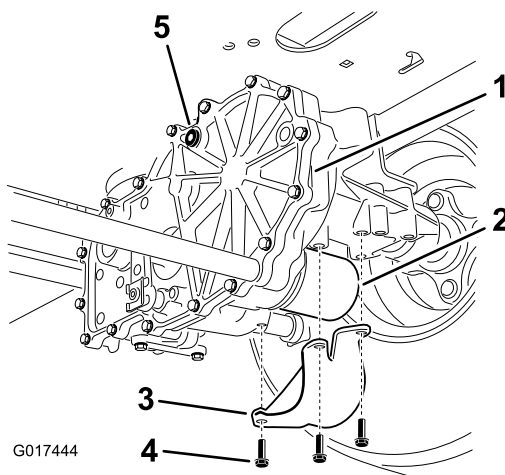

図 66
2. 各トランスアクスル駆動システムにあるフィルタとガードを探し出す（図 66）。フィルタガードとガードを固定しているねじ（3本）を外す。